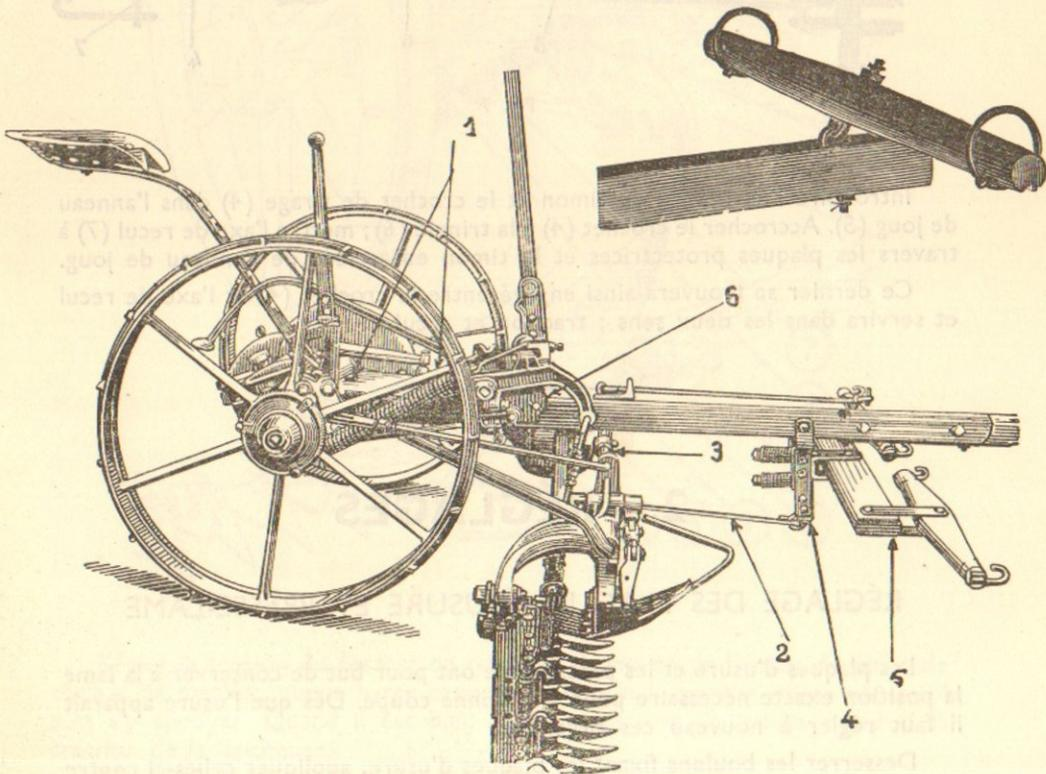

Fig. 6
**d) Attelage à 2 chevaux pour Faucheuse D. 1 b et D. 2 b (Fig. 6) :**